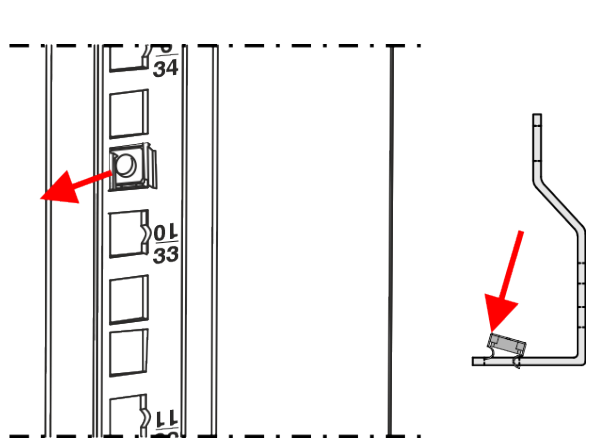
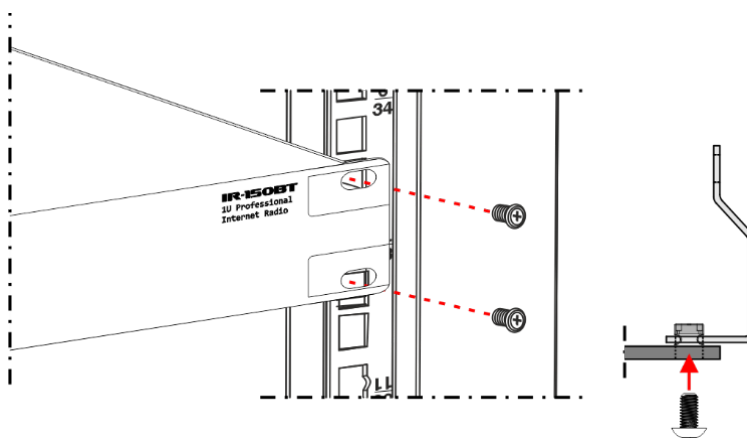

Fig. 45
Fig. 46
- 03) Premere l'altro lato del **dado a gabbia (M)** e spingerlo attraverso il foro, come mostrato nella Fig. 45.
- 04) Ripetere i passaggi 2-3 per installare gli altri 3 **dadi della gabbia (M)**.
- 05) Posizionare l'apparecchiatura davanti all'armadio nel punto in cui sono stati installati i 4 **dadi a gabbia (M)**. Assicurarsi che i fori di montaggio sull'apparecchiatura siano allineati con i **dadi della gabbia (M)**, come mostrato nella Fig. 46.
- 06) Con un cacciavite, montare l'apparecchiatura sulle **staffe verticali (G)** con 4 **viti (P)**.
- 07) Serrare le 4 **viti (P)** per assicurarsi che l'apparecchiatura non possa muoversi.